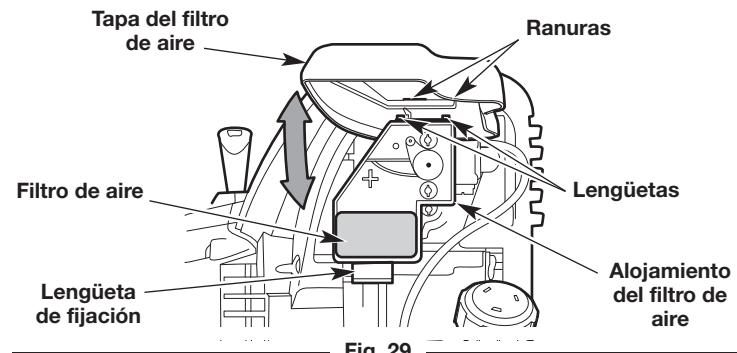

Fig. 29
1. Abra la cubierta del filtro de aire: oprima la lengüeta de fijación y gire la cubierta del filtro de aire hacia arriba (Fig. 29).
2. Extraiga el filtro de aire de su alojamiento (Fig. 29).
6. Vuelva a instalar el filtro de aire en su alojamiento (Fig. 29).
7. Cierre la cubierta del filtro de aire: inserte las lengüetas de la alojamiento del filtro de aire dentro de las ranuras de la cubierta del filtro de aire. Gire la cubierta del filtro de aire hacia abajo y oprímalas para cerrarla hasta que la lengüeta de fijación entra a presión en su lugar (Fig. 29).